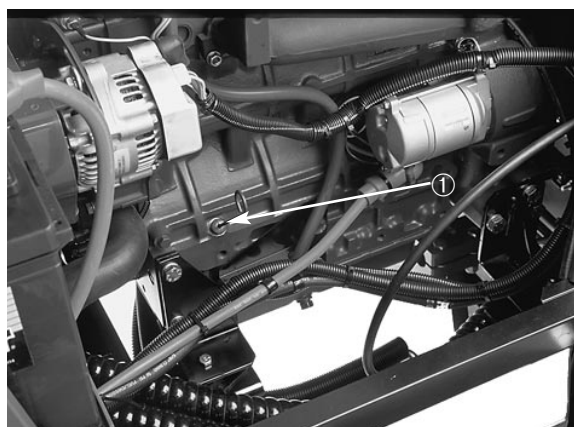

Fig. 2
3. Kontrollér målepinden (Fig. 2); oliestanden skal stå op til FULD (FULL) mærket.